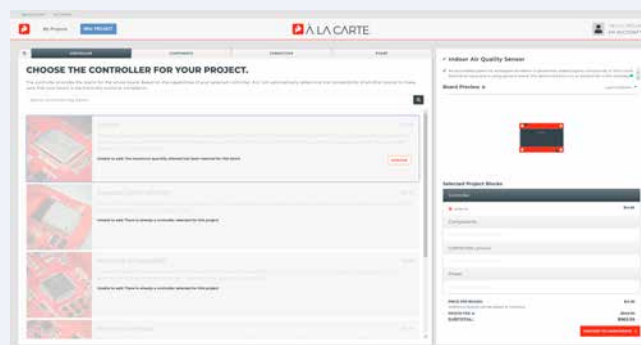

Figure 4. Choisissez votre contrôleur !
Étape 1 : Choisir un contrôleur. Dans ce cas, prenons le microcontrôleur phare de SparkFun, l'Artemis, qui permettra une extension du projet avec Bluetooth 5.0 et une énorme mémoire flash de 384 K de RAM pour le code (fig. 4).